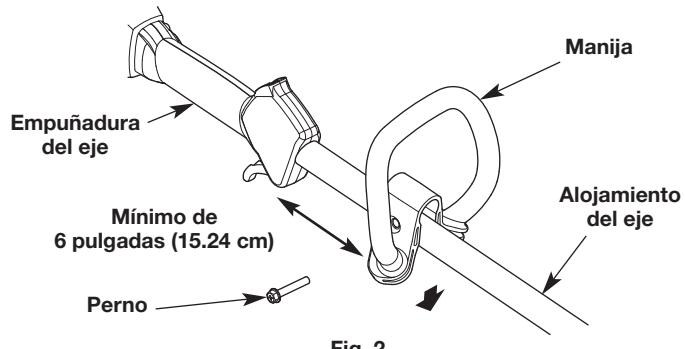

Fig. 2
1. Oprima la manija hacia abajo sobre el alojamiento del eje (Fig. 2). El orificio del perno de la manija debe quedar a la derecha.
2. Inserte el perno en el orificio del perno y oprímalos para que pase a través de él (Fig. 2). Apriete el perno con una llave tubular de 3/8" pero no apriete por completo.
3. Mientras sujeta la unidad en la posición de funcionamiento (Fig. 10), desplace la manija hasta la ubicación que le ofrece el mejor agarre. Ubíquela como mínimo a 6 pulgadas (15.24 cm) del extremo de la empuñadura del eje (Fig. 2).
1. Afloje el perno con una tubular de 3/8" (Fig. 2).
2. Mientras sujeta la unidad en la posición de funcionamiento (Fig. 10), desplace la manija hasta la ubicación que le ofrece el mejor agarre. Ubíquela como mínimo a 6 pulgadas (15.24 cm) del extremo de la empuñadura del eje (Fig. 2).